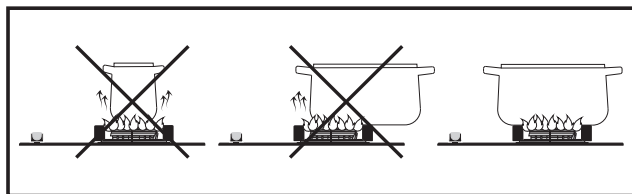

Fig. 1
- As panelas devem seguir a forma de utilização adequada (fig. 1).